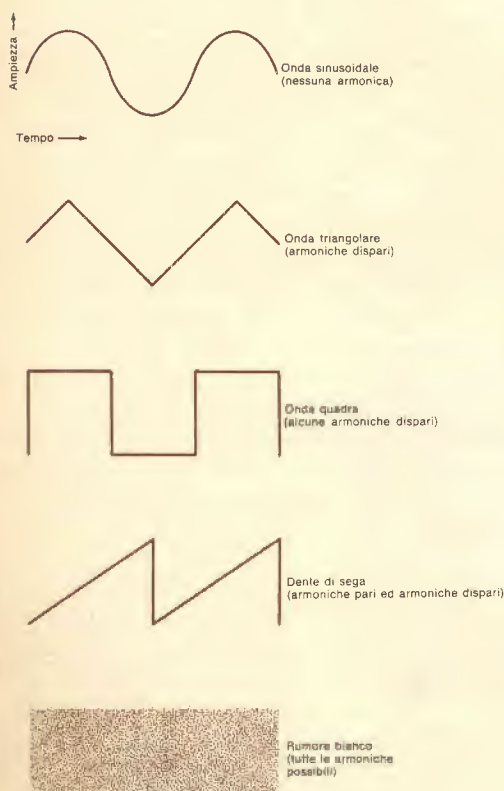

Fig. 1 - Queste sono le forme d'onda basilari nella sintesi della musica.
**GENERATORI TIPICI** - Le forme d'onda periodiche o cicliche, sinusoidali, quadre, a denti di sega e triangolari costituiscono la parte centrale dei generatori di musica elettronica (vedere fig. 1). La maggior parte degli strumenti